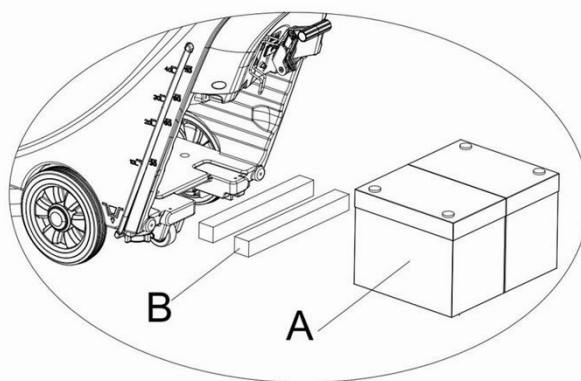

Рисунок 6
- 1) Для батарей с длиной менее 270 мм, используйте 2 части фиксирующей платы (B, рисунок 6) и разместите их рядом друг с другом внутри батареи водного бака;
- 2) Для батарей с длиной между 310мм-270мм, используйте 1 часть фиксирующей платы (B, рисунок 6) и поместите ее в батарею водного бака;